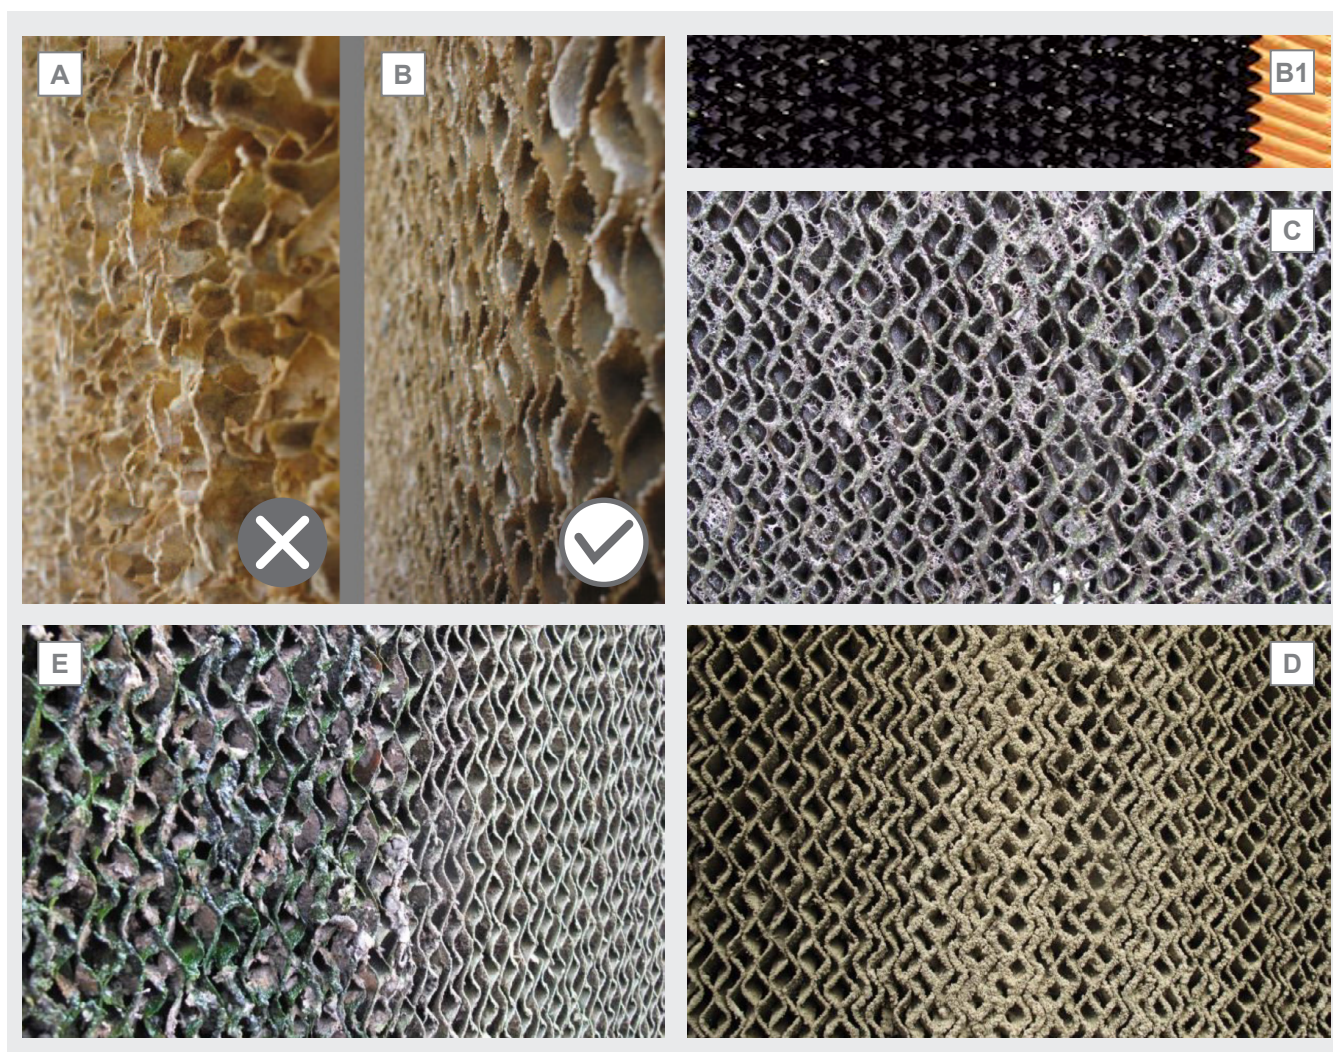

Figure 18
- 12.11.4 S'ils sont usés, incrustés de calcaire ou de saletés de toutes sortes, les panneaux en carton doivent être remplacés afin de ne pas nuire aux performances du modèle. Contacter Modine si nécessaire. Les panneaux en carton usés doivent être éliminés conformément à la réglementation en vigueur. Voir la Figure 18 A comme exemple d'un panneau usé à remplacer, la Figure 18 B comme exemple d'un panneau en bon état. La Figure 18 C est un exemple de panneau à nettoyer (nettoyage de routine). Si nécessaire, les panneaux peuvent être dotés d'un traitement de surface qui empêche l'adhésion du biofilm et des sels précipités : le traitement de surface peut influencer positivement le temps d'entretien des panneaux, leur durabilité et faciliter le nettoyage. Voir la Figure 18 B1.
12.11.16 Dans le cas d'un panneau incrusté de dépôts de calcaire ou de silicate (voir la Figure 18 D) ou de colonies d'algues ou de bactéries (voir la Figure 18 E), il est possible de procéder comme suit : rincer le panneau avec de l'eau à basse pression et frotter la surface avec une brosse à poils doux. Rincer le panneau avec de l'eau à basse pression.